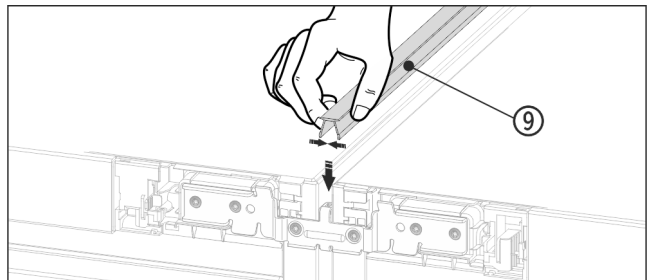

Fig. 19
- Auf der Oberseite die kurze Abdeckleiste Fig. 19 (9) in den horizontalen Spalt drücken.